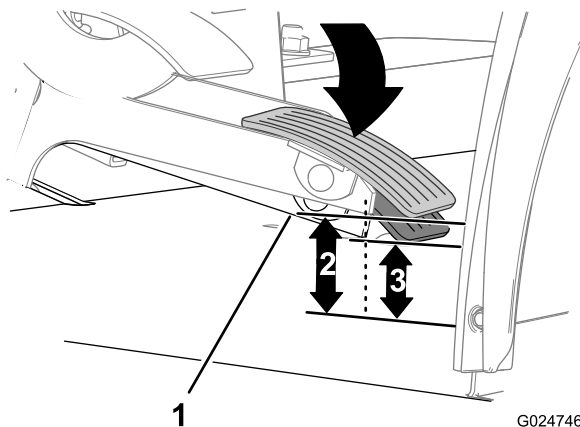

Figura 88
1. Con il pedale dell'acceleratore sollevato, misurate la distanza tra l'angolo inferiore rivolto all'indietro del braccio del pedale dell'acceleratore e il pavimento (Figura 88).
2. Esercitate una leggera pressione sul pedale dell'acceleratore fino a eliminare il gioco tra il pedale dell'acceleratore e il cavo dell'acceleratore (Figura 88).
3. Mantenendo il pedale in posizione per eliminare il gioco, misurate la distanza tra l'angolo inferiore rivolto all'indietro del braccio del pedale dell'acceleratore e il pavimento (Figura 88).